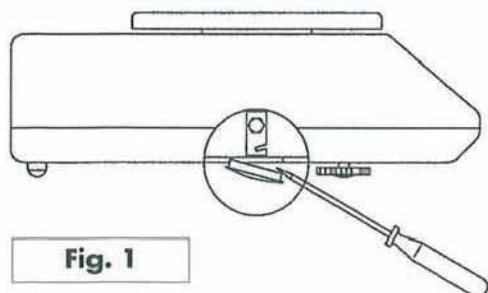

Fig. 1
- Posizionare la bilancia sul supporto in plexiglass e togliere il tappo che protegge il gancio per le pesate sotto al piano della bilancia. Se necessario aiutarsi con un cacciavite (Fig. 1).
- Put the balance on the plexiglass support and remove the protective stopper of the hook. If necessary use a screwdriver (Fig.1).
- Positionner la balance sur le support de plexiglass et enlever le petit couvercle de protection, que se trouve sous la balance, à l'aide d'un tournevis (Fig. 1).